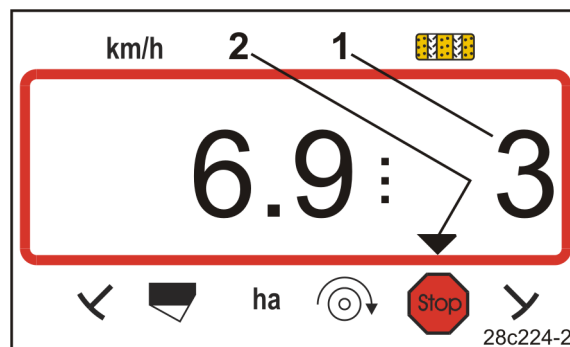

Рис. 23
- На дисплее мигает цифра (Рис. 23/1), обозначающая счетчик технологических колес.
- Контрольный символ (Рис. 23/2) – это значок останова.